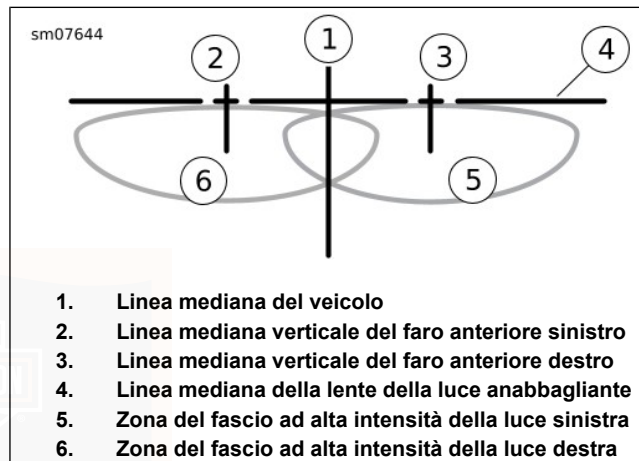

Figura 83. Sequenza fascio di luce faro anteriore: Doppio LED
- Vedere Figura 83. I fari sono allineati quando le zone più luminose del fascio di luce si trovano in corrispondenza o al di sotto della linea (4) e centrate sulle linee (2, 3).
5. Vedere Figura 83. Coprire il faro anteriore destro. Regolare il faro anteriore sinistro in modo che la parte superiore della zona ad alta intensità luminosa (6) si trovi in corrispondenza o al di sotto della linea orizzontale (4) e centrata sotto la linea mediana delle luci di sinistra (2).
6. Coprire il faro anteriore sinistro. Regolare il faro anteriore destro in modo che la parte superiore della zona ad alta intensità luminosa (5) si trovi in corrispondenza o al di sotto della linea orizzontale (4) e centrata sotto la linea mediana delle luci di destra (3).